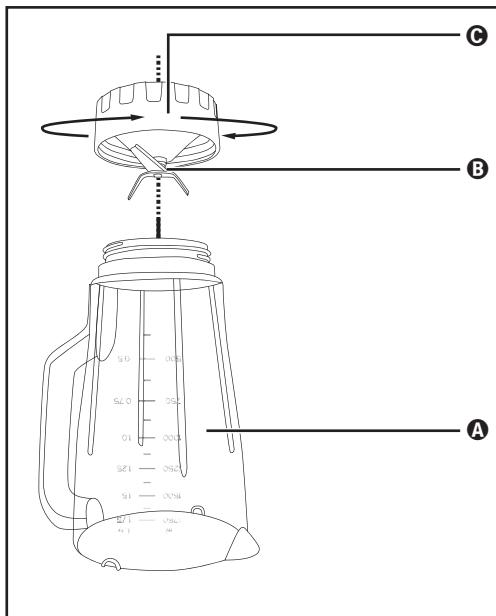

Fig. 3
- 2) Renversez l'appareil et tournez la pièce en plastique inférieure **C** du bol mixeur **③** dans le sens antihoraire afin qu'elle se détache de la pièce en plastique supérieure **A** du bol mixeur **③** (voir fig. 3).